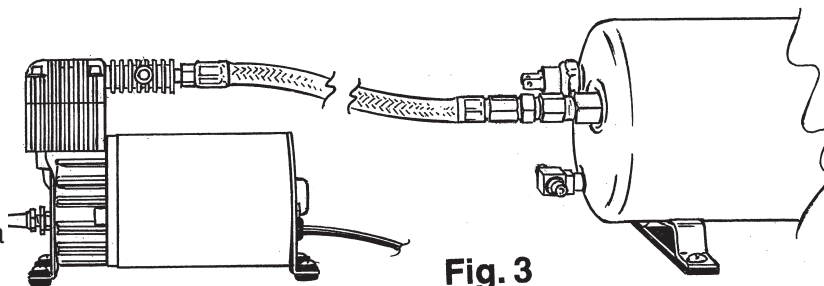

Fig. 3
5. Conecte la manguera de metal trenzado del compresor al conector hembra de bronce del tanque. (fig 3).